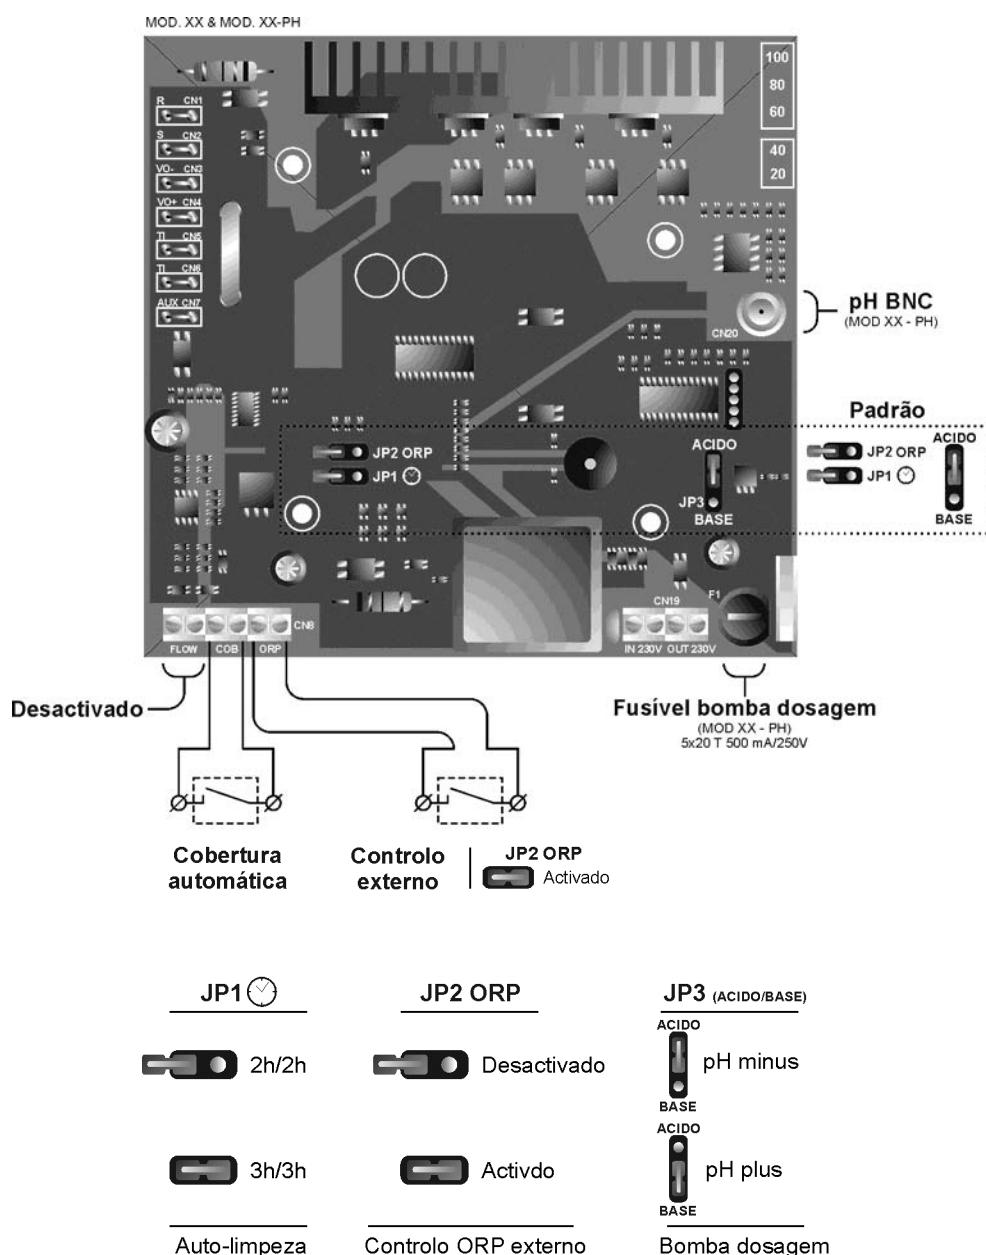

Fig. 16
- **Sistema de AUTOLIMPEZA DOS ELÉCTRODOS:** as luzes [5] indicam o estado da polarização dos eléctrodos (directa/inversa) A frequência de inversão pode-se seleccionar através do jumper “JP1” situado na placa de controlo do sistema (Fig. 16). Esta configuração ficará efetiva quando o equipamento seja desconectado e conectado novamente.